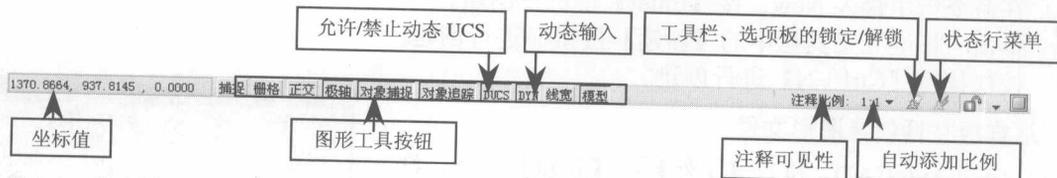

图 1-8 状态栏
- 状态栏：应用程序和图形状态栏提供有用的信息及打开和关闭图形工具的按钮，如图 1-8 所示。